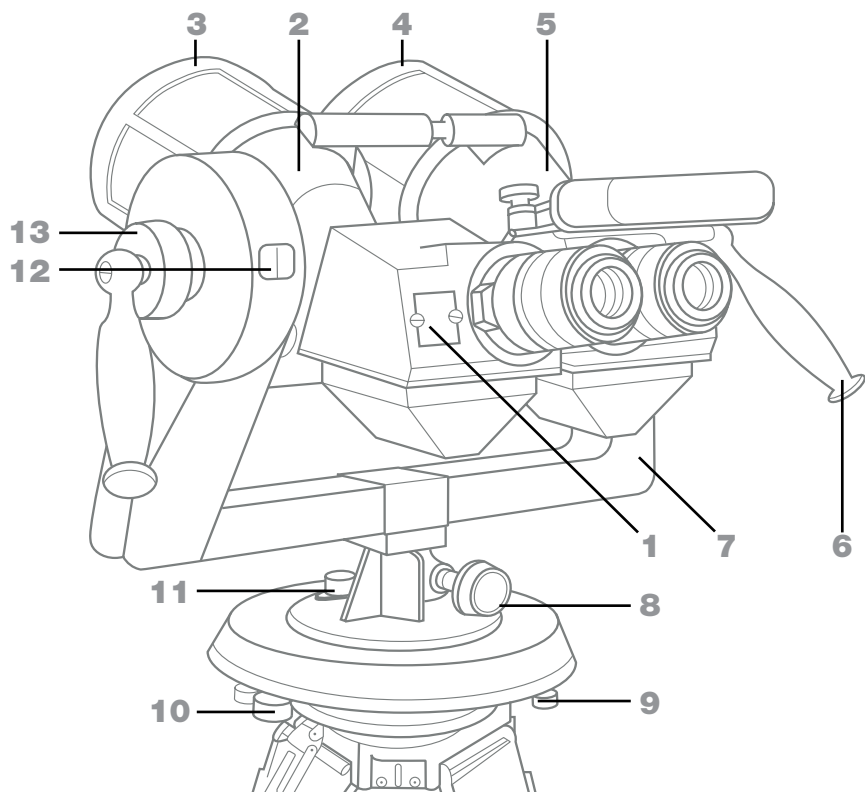

Рисунок 1
ВНИМАНИЕ! Запрещается наводить приборы на объект при зажатых маховичках тормозов 8 и 13 (рисунок 1).
Во время наблюдения предметов в направлениях, близких к направлению на солнце, лучи солнца могут попадать в трубы, ухудшая видимость. Поэтому на корпусе труб надеты противосолнечные бленды 3, 4 (рисунок 1). Кроме того, бленды предохраняют объективы от возможных царапин.
Для горизонтирования прибора служит уровень 11 (рисунок 1). На наружной поверхности ампулы нанесены три концентрические окружности, при помощи которых определяется точность горизонтирования прибора. Цена деления уровня 0-02.
В вертикальной плоскости бинокляр может поворачиваться в пределах от минус 35 до 60°. Отсчет углов производится по шкале 12 (рисунок 1) и нониусу, неподвижно закрепленному на кронштейне. Показания по шкале читаются через окно, закрытое прозрачной защитной пленкой, вставленной в кронштейн и прижатой рамкой. Шкала разделена на сто шестьдесят делений, при этом шестьдесят делений, обозначающих отрицательные углы места (ниже горизонта), нанесены красным цветом, а сто делений, обозначающих положительные углы, – белым. Цена каждого деления равна десяти малым делениям угломера.
положении производится маховичком 13 (рисунок 1).
Для смазывания оси ручки 6 (рисунок 1) на кронштейне 7 имеется отверстие, закрытое винтом.
Для поворота лимба относительно бинокулярной трубы при ориентировании имеется стопорное устройство. Маховичок 10 (рисунок 1) этого стопора находится под лимбом, там же расположены три поводка 9, за которые лимб может быть повернут на любой угол при отжатом маховичке 10.
- установить окуляры на резкость по глазам наблюдателя. Для этого освободить тормоз 13 (рисунок 1) вертикальной наводки и стопор 8 горизонтальной наводки и навести прибор на какой-либо резко очерченный предмет, удаленный на расстояние не менее 3 км. Поочередно для каждого глаза, вращая окулярные кольца, добиться отчетливого изображения наблюдаемого предмета в окулярах обеих труб бинокля (при этом можно попеременно закрывать глаза или затемнять входные окна прибора);
- освободить маховички 13 и 8 (рисунок 1) тормозов прибора и привести прибор центром сетки на выбранную удаленную точку;
- освободить тормоз горизонтальной наводки поворотом маховичка 8 (рисунок 1);